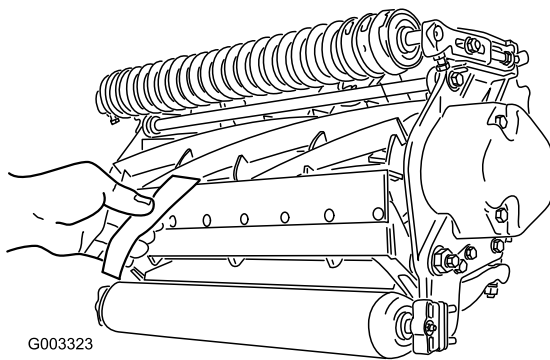

図 9
3. リール前面の左右いずれかの端を選び、リールと下刃の間に新聞紙片を差し入れる（図 9）。リールをゆっくり前回転させながら下刃調整ネジ（図 8）を締め（新聞紙を入れた側の調整ネジを、1 目盛りずつゆっくりと）、新聞紙を前から（ベッドナイフの上面に平行に）入れると軽く挟まれる程度に調整する。新聞紙を引き抜くのに軽い力が必要な程度でよい。
5. 両側の調整ができれば最終確認を行う：紙片をリールの前から差し込んだ時にははさむだけ、下から差し込むと切れるのが正しい調整である（図 9）。リールと下刃のごくわずかの接触で紙が切れなければいけない。接触を強くしないと切れない（リールが新聞紙を強く挟み込まないと切れない）場合には、鋭利な刃先を取り戻して精密なカットができるようにバックラップか研磨を行うことが必要である（Toroリール・モアとロータリー・モアのための研磨マニュアル Form No. 80-300PT を参照）。